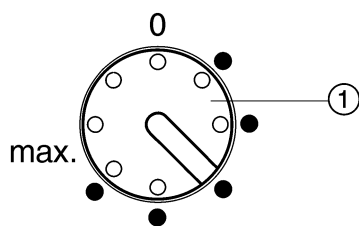

Fig. 2
- ▶ Поворачивайте регулятор температуры *Fig. 2 (1)* вправо с помощью монеты.